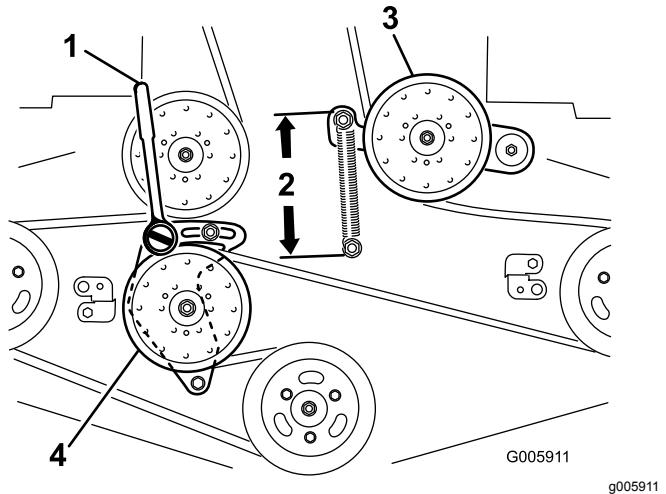

Figura 60
6. Allentate il braccio di rinvio fisso e regolatelo per scaricare la tensione della cinghia (Figura 60).
9. Inserite un cricchetto con un'estensione ridotta o una barra idonea nel foro quadrato nel braccio di rinvio fisso (Figura 60).
11. Per aumentare la tensione della cinghia, ruotate il cricchetto o la barra idonea in senso antiorario per spostare il braccio di rinvio fisso fino a creare uno spazio di 16,5 cm tra i ganci delle molle (Figura 60).